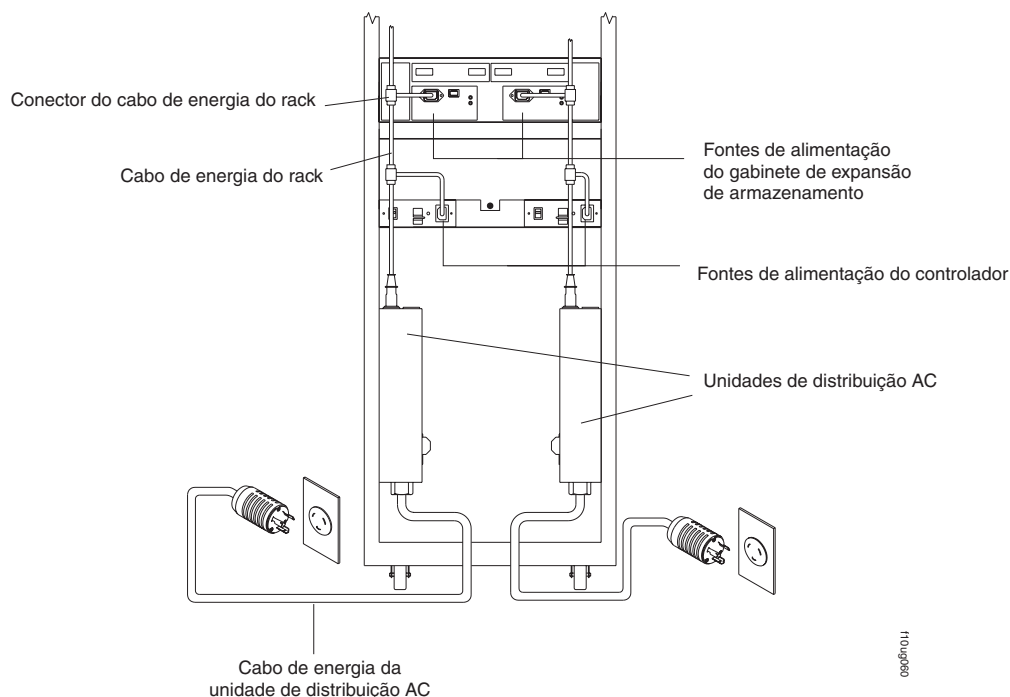

Figura 102. Conexões de Alimentação AC Redundantes para Controladores e gabinete de expansão de armazenamentos
Consulte a Figura 102 na página 154 para obter um exemplo de cabeamento de alimentação de energia redundante.
- Para manter a redundância de energia, conecte as unidades de controlador RAID da direita e da esquerda do subsistema de armazenamento em dois circuitos de alimentação externos independentes por meio das unidades de distribuição AC, dentro de um gabinete de rack ou diretamente nos receptáculos externos. De forma semelhante, as fontes de alimentação direita e esquerda dos gabinetes de expansão de armazenamento DS4000 ou DS5100 ou DS5300 conectados ao DS5100 ou DS5300 devem estar ligadas aos mesmos dois circuitos de alimentação externos independentes que o DS5100 ou DS5300. Isso assegura que o DS5100 ou DS5300 e todos os gabinetes de expansão de armazenamento conectados terão alimentação se apenas um circuito de alimentação estiver disponível. Além disso, ter todos os cabos de alimentação da direita e da esquerda conectados ao mesmo circuito de alimentação permitirá que os componentes no subsistema de armazenamento sejam ligados simultaneamente durante uma restauração de energia não-assistida. Consulte a Figura 102 na página 154 para obter um exemplo de conexões de alimentação redundantes.